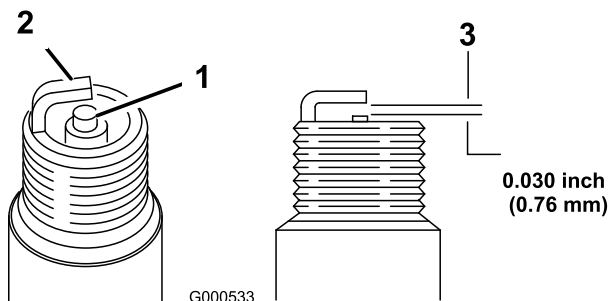

Figure 49
1. Examinez le centre des bougies (Figure 49).
2. Contrôlez l'écartement entre les électrodes centrale et latérale (Figure 49) et pliez l'électrode latérale si l'écartement est incorrect.